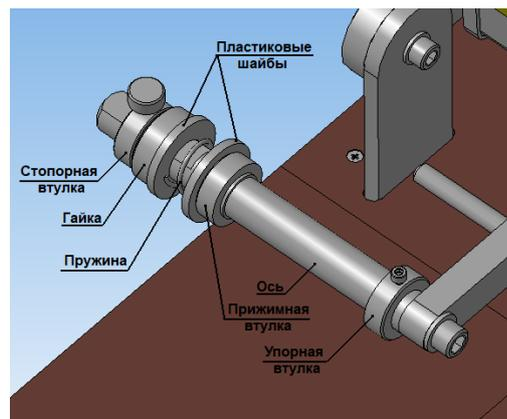

Рис.4
- Снять с оси размоточного барабана стопорную втулку с гайкой, пластиковые шайбы, пружину и прижимную втулку (Рис.4).
- При необходимости отрегулировать положение упорной втулки (Рис.4)
- Установить на ось размоточного барабана прижимную втулку, пластиковые шайбы с пружиной и стопорную втулку с гайкой (Рис.4). Зафиксировать стопорную втулку винтом.
- Вращением гайки (Рис.4) регулируется зажим рулона с фольгой. Усилие зажима должно обеспечивать вращение бобины и натяжение фольги без ее провисания (настраивается при включенной перемотке)
Регулируется положением стопорной втулки и вращением гайки (Рис.4) при включенной перемотке.